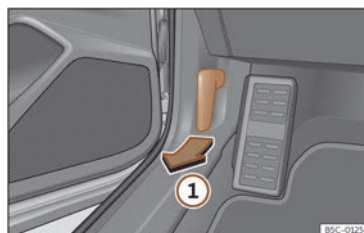

Fig. 215 Palanca de desbloqueig a l'espai reposapeus del conductor.
- Obriu la porta i estireu la palanca que hi ha sota del tauler d'instruments»» **fig. 215 ①**.